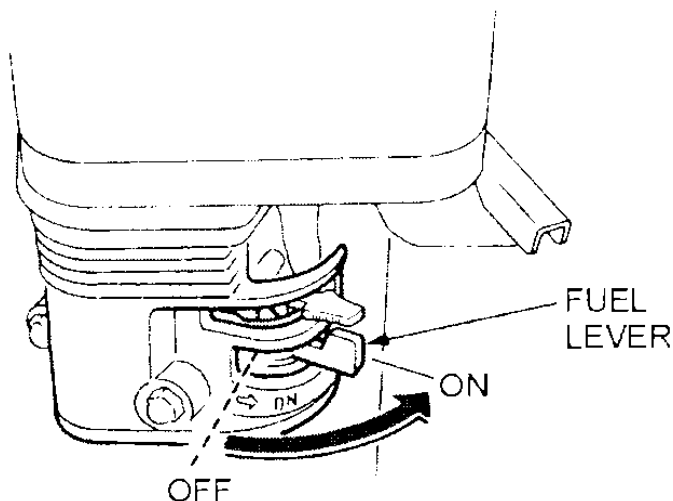

Рисунок 1. Кран подачи топлива двигателя
1. Перевести **кран подачи топлива(Fuel Valve Lever)** (рисунок 1) в положение **ON**.